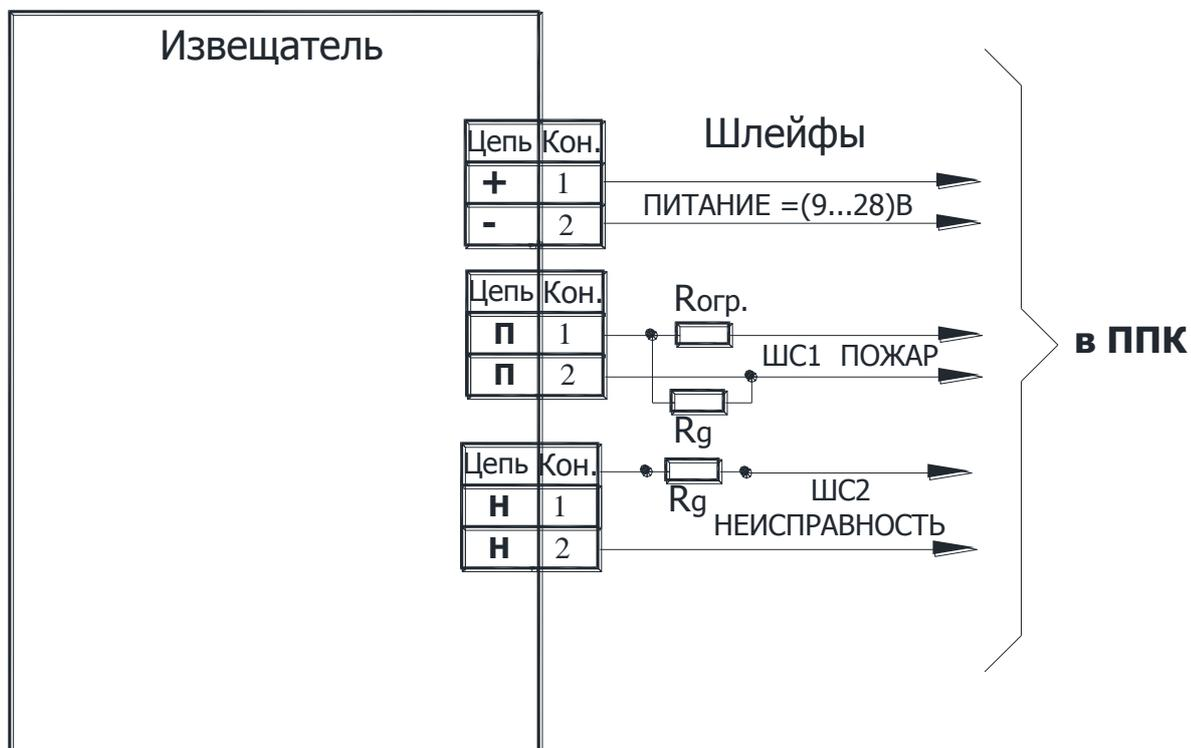
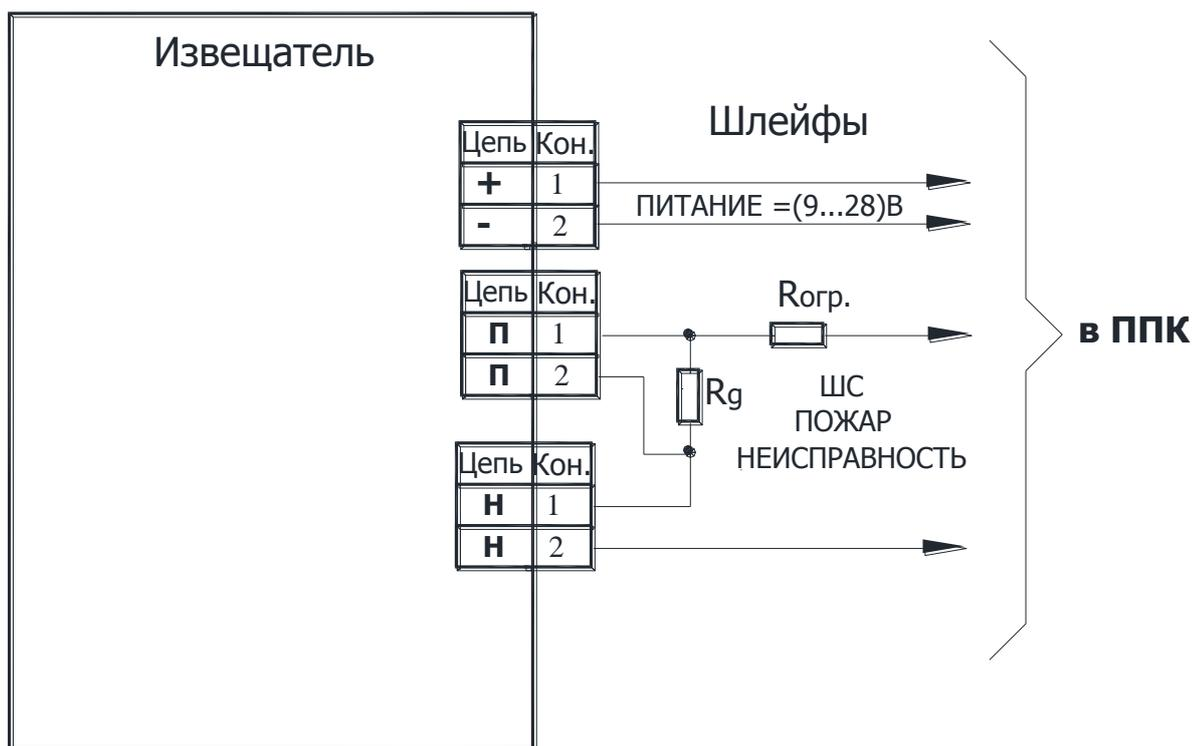

Рисунок 4 Схема подключения извещателя двумя шлейфами сигнализации с питанием шлейфов постоянным напряжением. Полярность шлейфов не соблюдается.
Рисунок 5 Схема подключения извещателя одним шлейфом сигнализации с питанием шлейфа постоянным напряжением. Полярность шлейфов не соблюдается.
6.5 Отвинтить крышку извещателя, ослабить гайки кабельного ввода, пропустить кабель внутрь извещателя и произвести подключение в соответствии с приложением Б и выбранной схемой (рисунок 4, рисунок 5 приложения А).